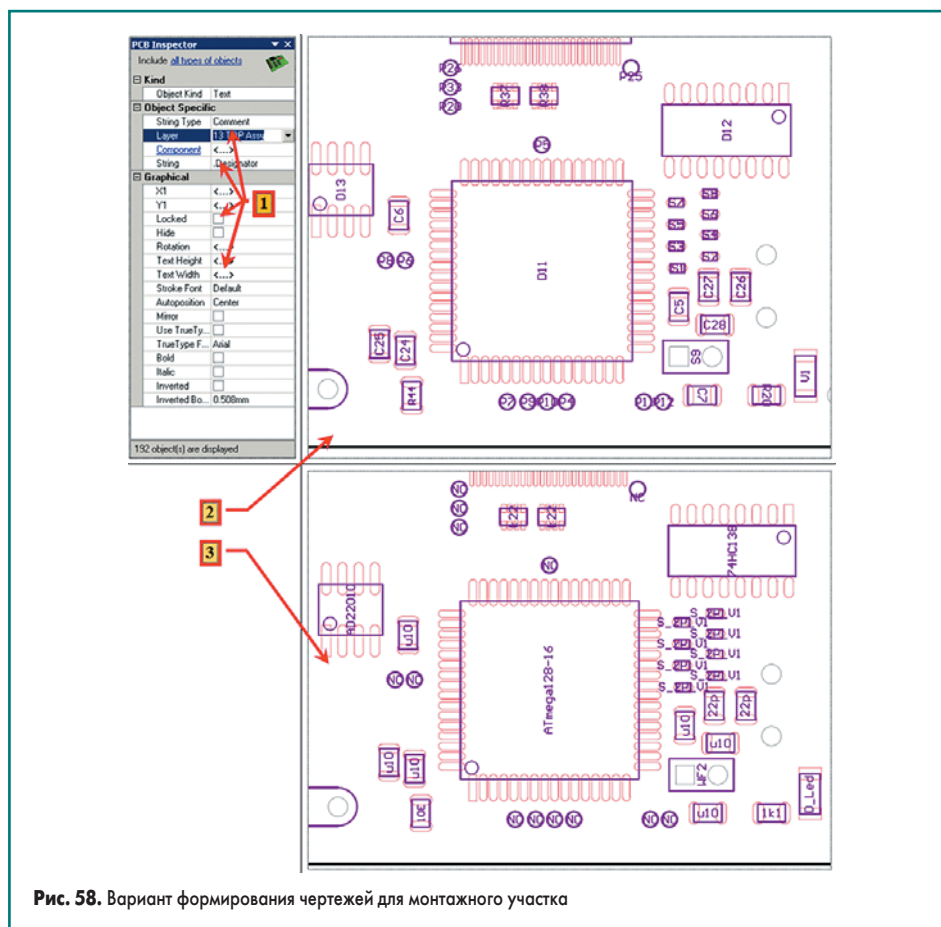

Рис. 58. Вариант формирования чертежей для монтажного участка
Теперь рассмотрим процесс подготовки сборочного чертежа для монтажного участка со следующими вариантами исполнения (рис. 58). Первый вариант:
- a) для слоя **TOP Layer** отключаем (опция **Off**) отображение для всех элементов, кроме **Pad**, и устанавливаем вид отображения **Draft** (мы включим в чертеж только контур **Pad** компонентов). На рис. 58 показана настройка только для этого слоя;